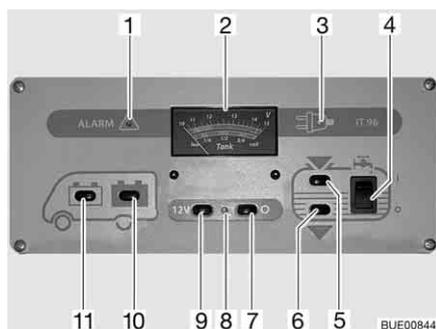

Fig. 151 Panel IT 96-2
El interruptor principal de 12 V (Fig. 151,7 y 9) conecta y desconecta el panel y la alimentación de 12 V del habitáculo.
- Pulsar el interruptor (Fig. 151,9) "12 V": La alimentación de 12 V del habitáculo está conectada. La luz de control (Fig. 151,8) se enciende de color verde.
- Pulsar el interruptor (Fig. 151,7) "O": La alimentación de 12 V del habitáculo está desconectada. La luz de control (Fig. 151,8) se apaga.
Observar la escala superior del instrumento indicador V/depósito (Fig. 151,2). El instrumento indicador se ilumina automáticamente al accionar el interruptor.
- Pulsar el interruptor (Fig. 151,11) "☰": Indica la tensión de la batería del motor de arranque.
- Pulsar el interruptor (Fig. 151,10) "☷": Indica la tensión de la batería del habitáculo.
Observar la escala inferior del instrumento indicador V/depósito (Fig. 151,2). El instrumento indicador se ilumina automáticamente al accionar el interruptor.
- Pulsar el interruptor (Fig. 151,5) "": Indica la cantidad de agua.
- Pulsar el interruptor (Fig. 151,6) "": Indica la cantidad de aguas residuales.
Conectar: ■ Pulsar el interruptor basculante (Fig. 151,4) por arriba "I": El suministro de agua está conectado.
Desconectar: ■ Pulsar el interruptor basculante (Fig. 151,4) por abajo "O": El suministro de agua está desconectado.
La luz roja de "ALARMA" (Fig. 151,1) parpadea en cuanto la tensión de la batería del habitáculo baja de 11 V (medición durante el servicio) y hay peligro de descarga completa.
Se enciende la luz de control de 12 V (Fig. 151,8) cuando se conecta el interruptor principal de 12 V (Fig. 151,9).
Se enciende la luz de control de 230 V (Fig. 151,3) amarilla cuando hay tensión de red en la entrada del bloque eléctrico.